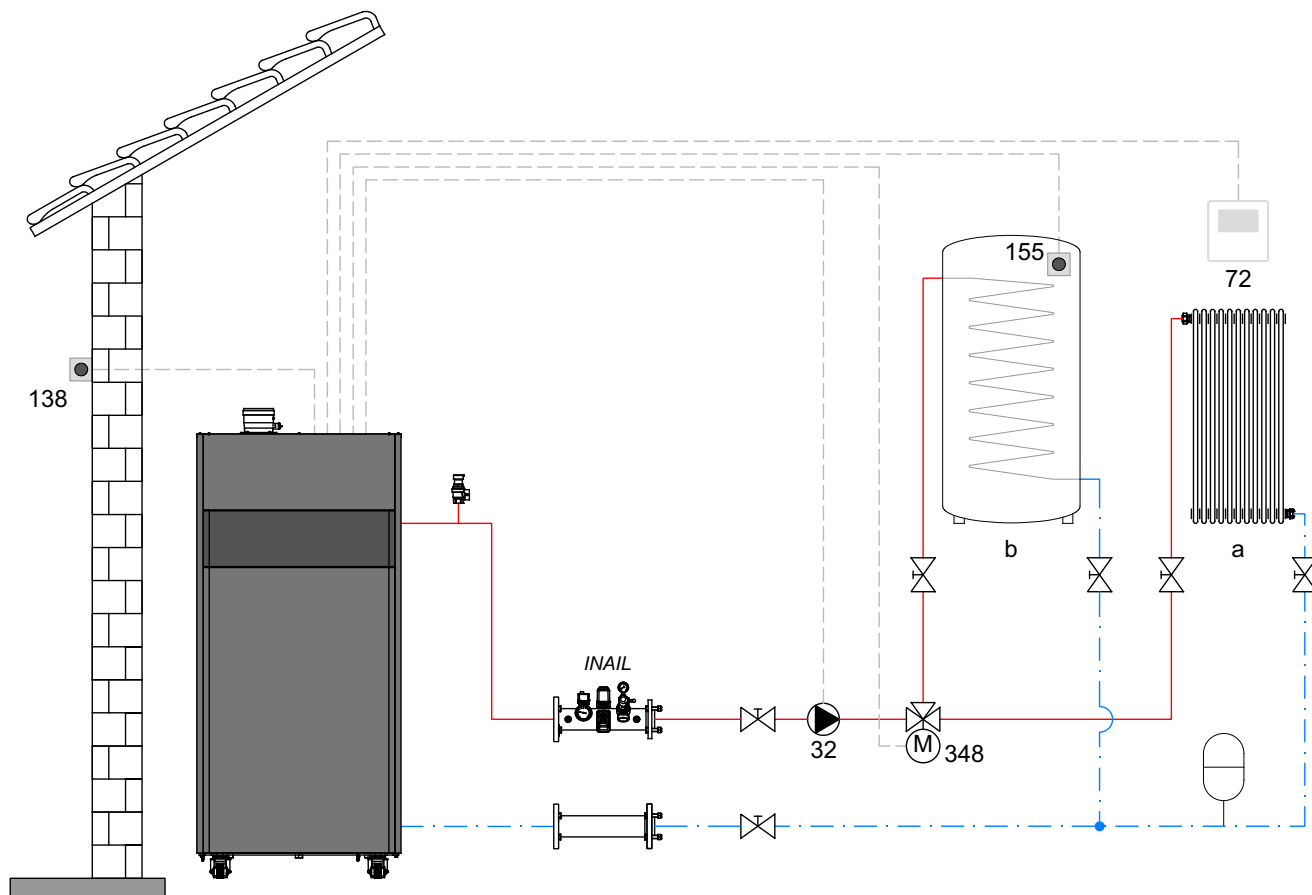
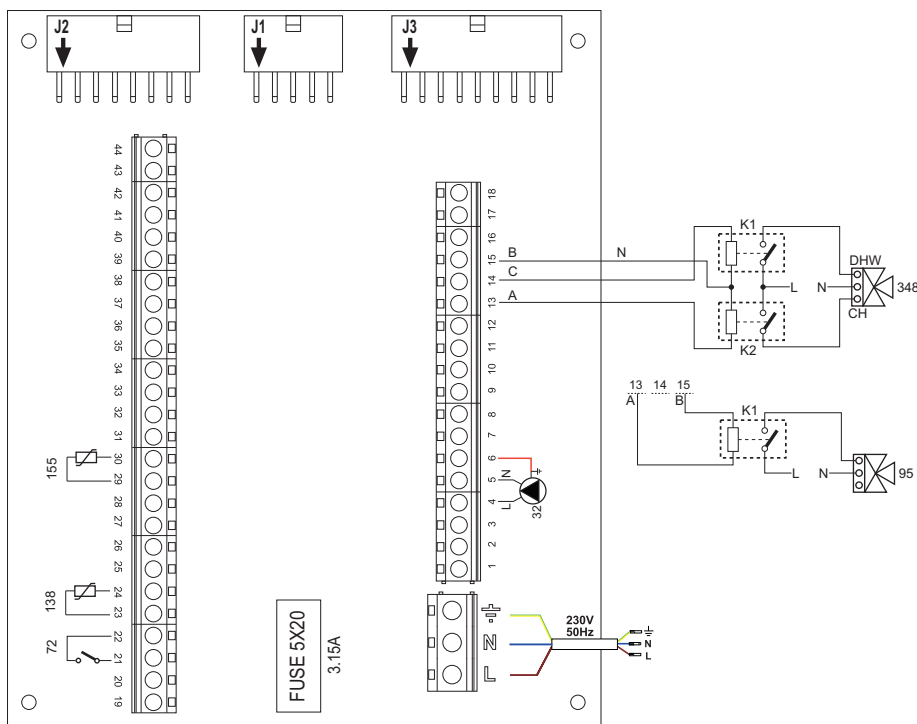

рис. 43
рис. 44
**Во избежание повреждения платы рекомендуется использовать внешние реле для управления 3-ходовым клапаном, как указано в рис. 44.**
Спецификация (рис. 43 и рис. 44)